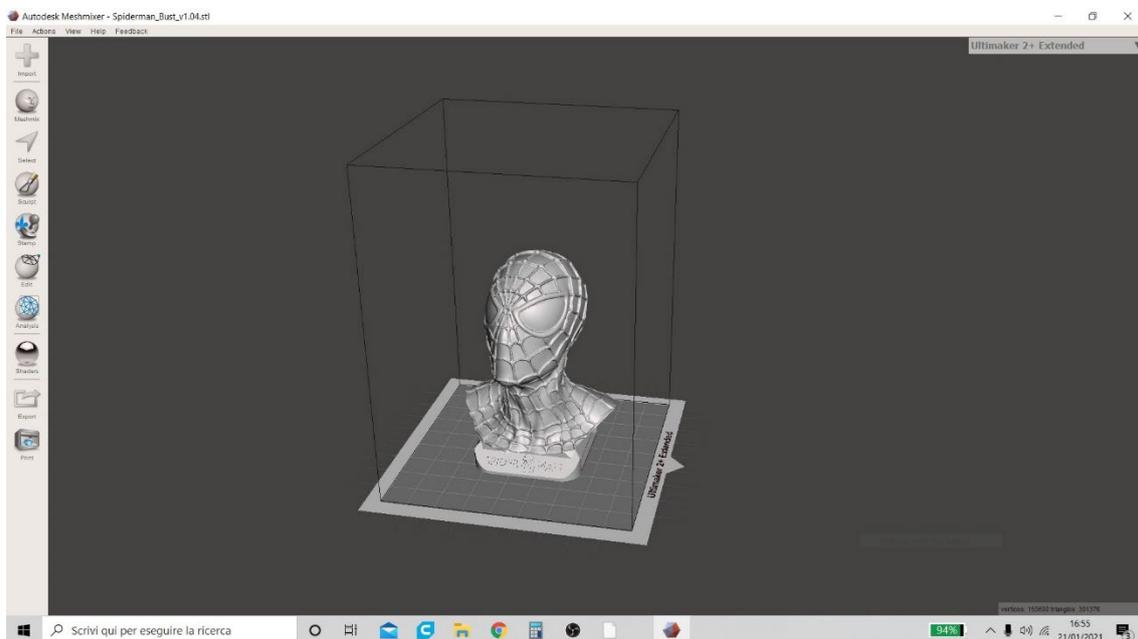

Figura 1 Meshmixer
1. Para dividir un modelo 3D en diferentes partes hay diferente software. Muchos de estos podrían ser caros, pero uno de los mejores programas disponibles de forma gratuita (un código abierto) es sin duda Meshmixer. Lo primero que hay que hacer para proceder a la división en partes del modelo es importarlo al Software. Figura 1 Meshmixer muestra cómo se ve el modelo una vez cargado.